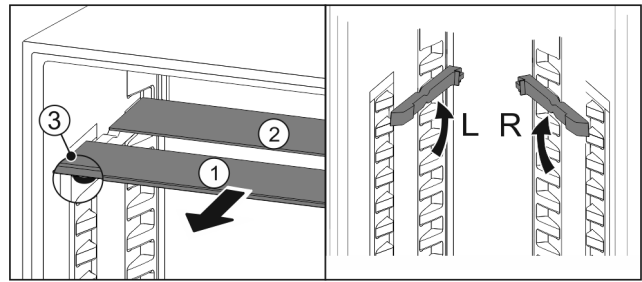

Fig. 120
- ▶ Sortir les tablettes par l'avant Fig. 120 (1).
- ▷ La tablette en verre Fig. 120 (1) avec bordure décorative est située à l'avant.
- ▷ Les butées Fig. 120 (3) sont orientées vers le bas.